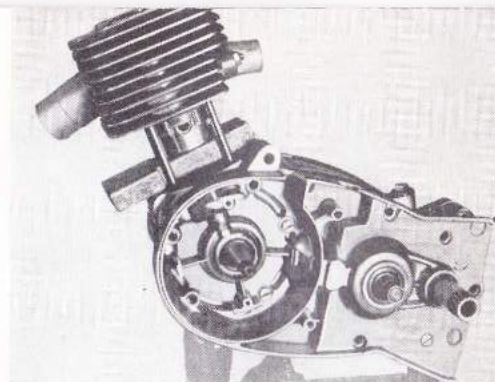

Bild 66
**Achtung!** Der Fixierstift in der Kolbenringnut muß sich innerhalb des Ringsstoßes befinden. Zylinderkopf-dichtung und Zylinderkopf aufsetzen. 4 Beilagscheiben auflegen und die 4 Muttern M 7 mit einem 11-mm-Steckschlüssel über Kreuz anziehen. Anzugsmoment 1,5 mkp (Bild 66).